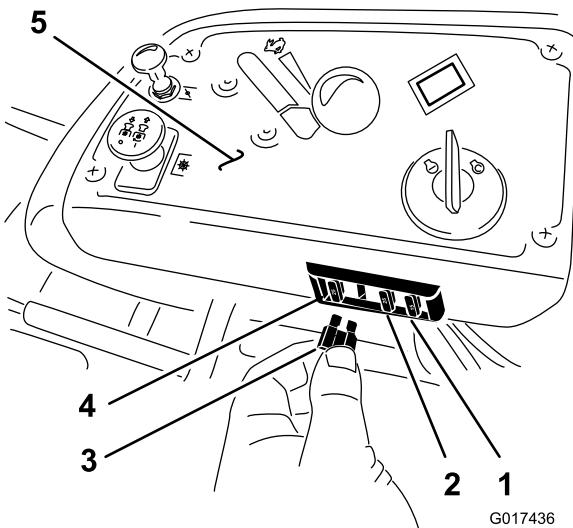

Figura 53
I fusibili sono posizionati sulla consolle di destra vicino al sedile (Figura 53).
2. Montate un fusibile nuovo (Figura 53).